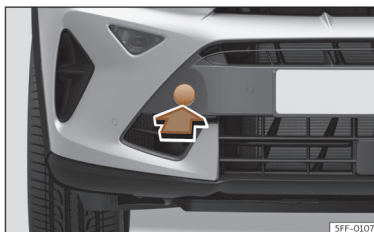

Fig. 208 No lado direito do para-choques dianteiro: retirar a tampa.
O alojamento para a argola de reboque enroscável encontra-se na parte direita do para-choques dianteiro, atrás de uma tampa >>> **Fig. 208.**
- Retire a tampa fazendo pressão na zona inferior da mesma e deixe-a pendurada no veículo >>> **Fig. 208.**